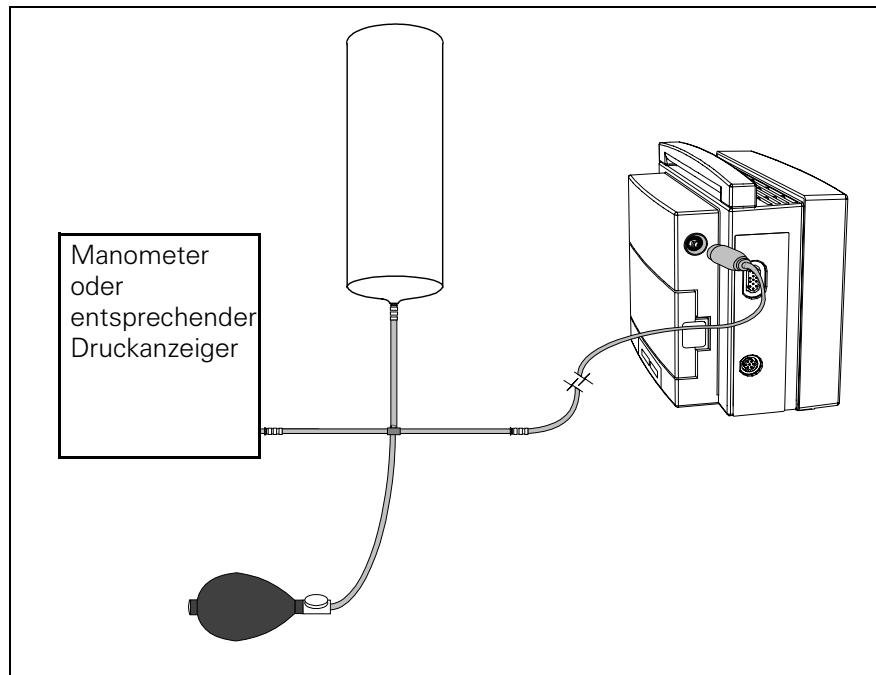

Abbildung 5-1 NBP Testaufbau
- 1) Bauen Sie den Monitor und die Einheit zur NBP-Kalibrierung (NBP Calibration Assembly, Bestellnummer 28 77 855 EE54U) wie in Abbildung 5-1 beschrieben auf.